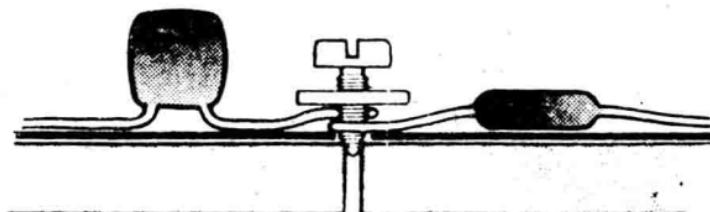

图13
(1) 本书的制作实验不需要使用电烙铁，所有的元件和导线是靠自攻螺丝和垫圈来固定和连接的。如图13所示，元件的脚和连接导线必须放在垫圈与螺丝之间然后用螺丝刀慢慢地把螺丝拧紧，以保证良好的接触。但要注意螺丝不能拧得过紧，以免把电子万能板涨裂。